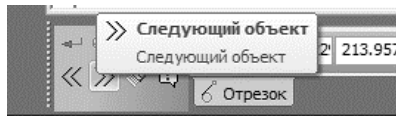

Рис. 44. Выбор касательной окружности
**Примечание:** Выбрать нужный отрезок можно при помощи стрелок «Следующий объект» на панели свойств (рис. 44).